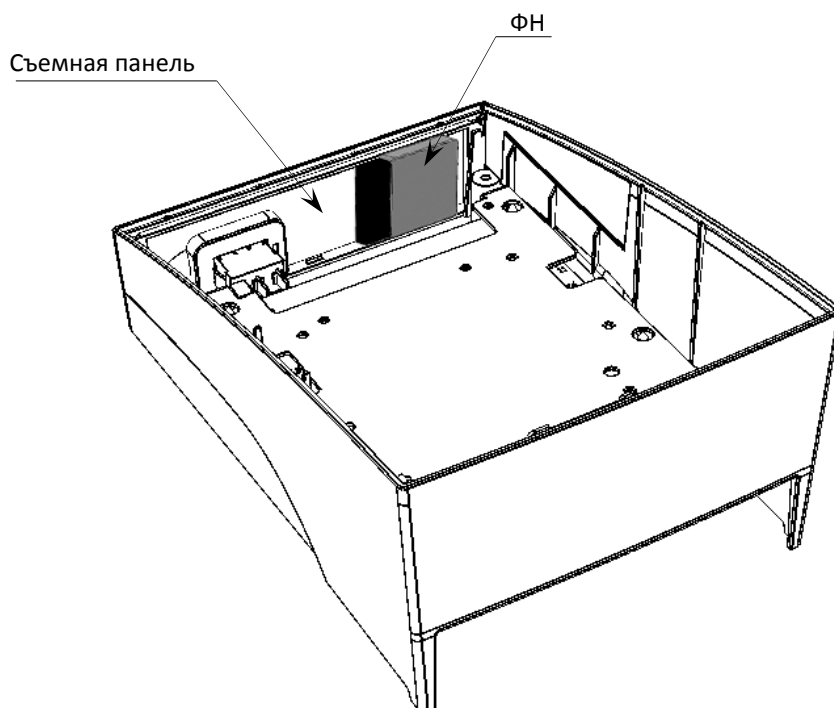

Рисунок 12. Расположение ФН на передней съемной панели
- Отключить кабель от ФН, который крепится к съемной передней панели нижней части корпуса (см. рисунок 12).